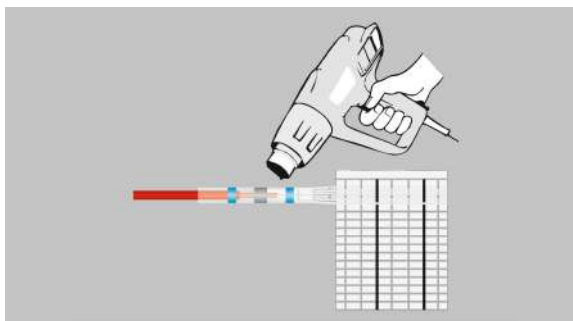

Рис. 5
**ВНИМАНИЕ!** Во избежание повреждения нагревательного полотна фен следует держать так, чтобы горячий воздух не был направлен на материал (рис. 5).